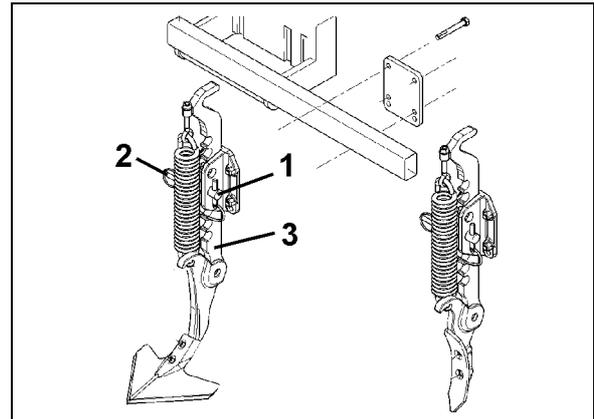

Fig. 48
3. Réglez la profondeur de travail en modifiant la position de l'axe (Fig. 48/1) sur la denture de l'effaceur de traces (Fig. 48/3) et goupillez en sécurité (Fig. 48/2).